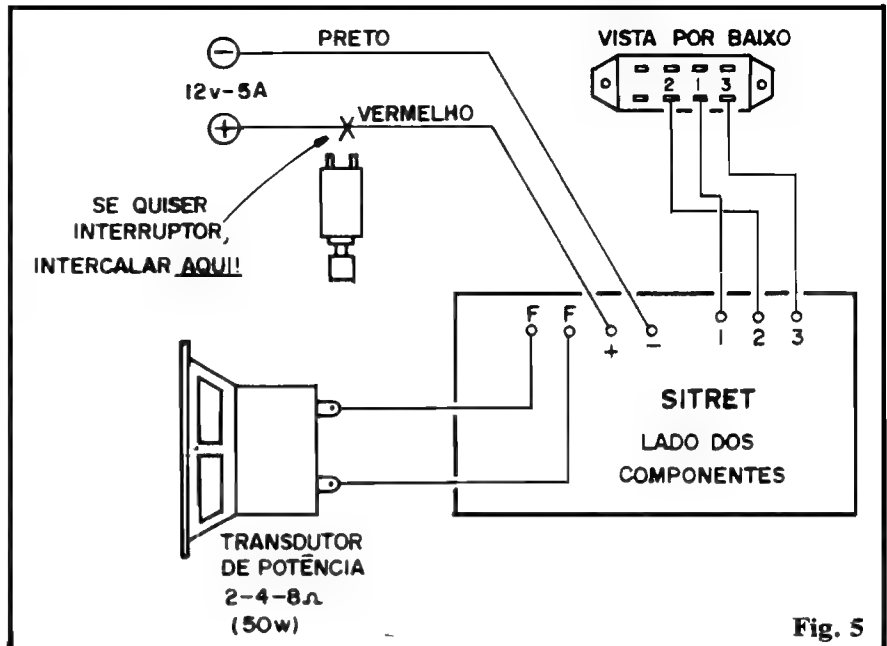
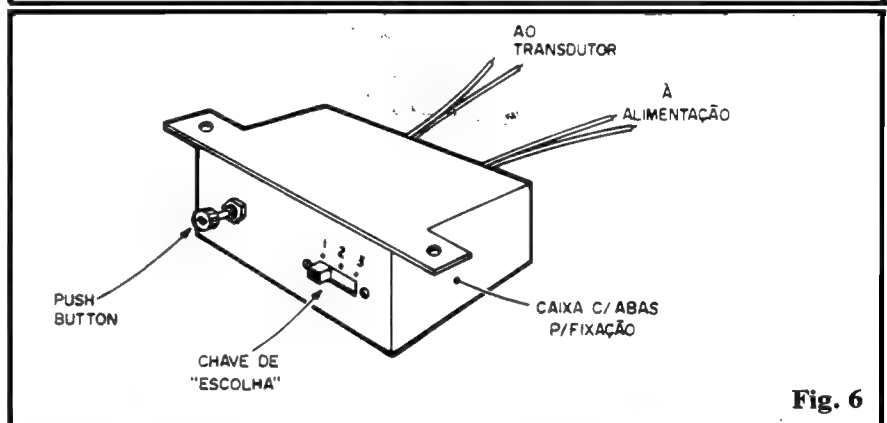

Fig. 5
Fig. 6
Em seguida, temos as ligações externas, entre a placa e a chave de seleção, a alimentação e o transdutor... Tais conexões estão nitidamente indicadas na fig. 5, que mostra a placa ainda pelo lado não cobreado (os componentes não são mais vistos porque, nesse estágio, não vem ao caso...). Observar a codificação das ilhas periféricas, destinadas a essas conexões externas, também na figura anterior (4). Os pontos que requerem cuidado referem-se às ligações à chave de seleção e a polaridade da alimentação (é bom usar o "velho código" de fio **vermelho** no **positivo** e **preto** no **negativo**...).
O "encaixamento" do circuito (ou seja: do módulo eletrônico, já que o transdutor certamente ficará **fora** da caixa...) dependerá de vários fatores, do tipo de utilização, do tamanho do dissipador acoplado ao transistor de potência, etc. Na fig. 6 damos uma sugestão para **container** destinado a uso automotivo (SITRET como buzina...). Uma pequena caixa padronizada, dotada de abas de fixação (para prendê-la sob o painel do carro...), com o **push-button** (ver fig. 5) e a chave de seleção no painel frontal. Os cabos para a alimentação e para o transdutor podem sair da traseira